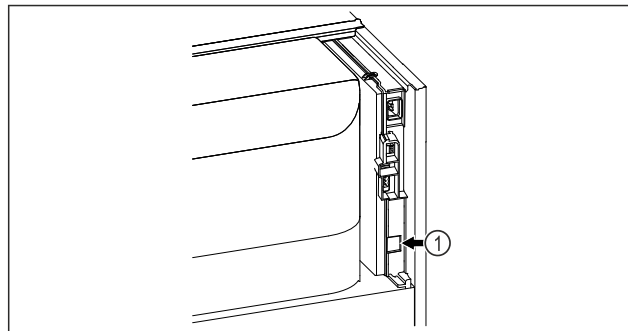

Fig. 86
- SmartModule Fig. 86 (1) er indsat.